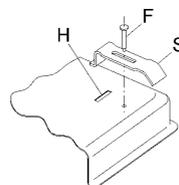

FIG. 12
- Bloccarlo con le apposite staffette "S", avendo cura di infilare la parte sporgente nella feritoia "H" ricavata sul fondo e avvitando la vite "F" fino a che la staffetta "S" non blocchi sul top (vedi fig. 12).